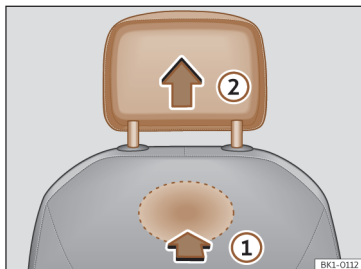

Fig. 93 Encosto de cabeça dianteiro: desmontagem.
- Para desbloqueá-lo, procure o entalhe situado na parte traseira do encosto na zona marcada e pressione no sentido da seta >>> Fig. 93 ①.
- Retire o encosto de cabeça no sentido da seta ②.